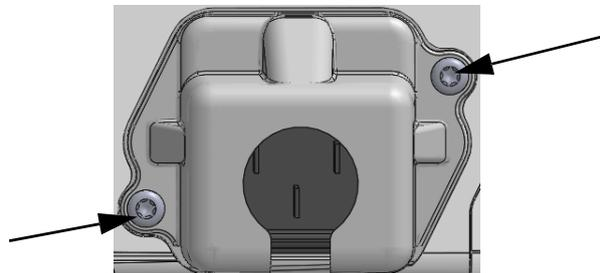

图 3-5 HemoSphere 电源接入盖 — 螺钉位置
- 1 移除将电源接入盖固定至监护仪后面板上的两颗螺钉（图 3-5）。